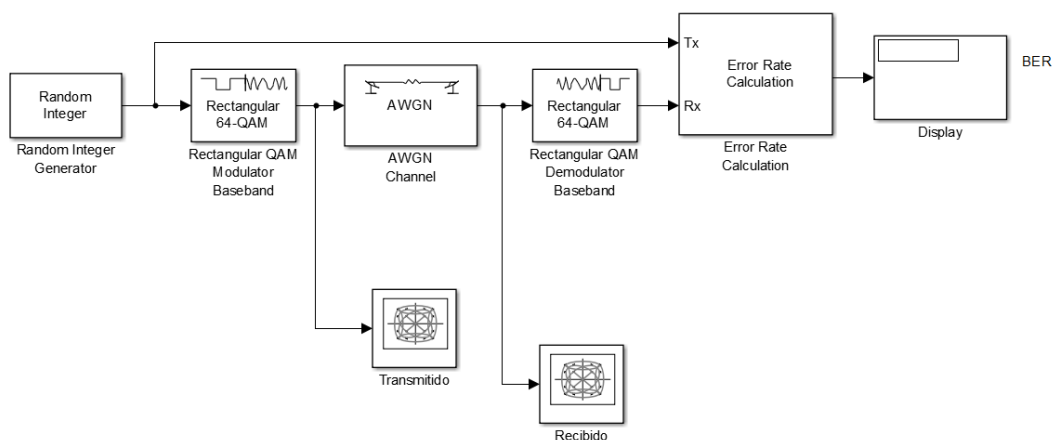

Figura 11: Bloque Modulador y Demodulador QAM
1. Localice el archivo **QAM.slx** y proceda a abrirlo. Es importante que inspeccione el archivo y los bloques estén interconectados de forma correcta. En la figura 11 se muestra el diagrama de bloques para un modulador y demodulador en Simulink.